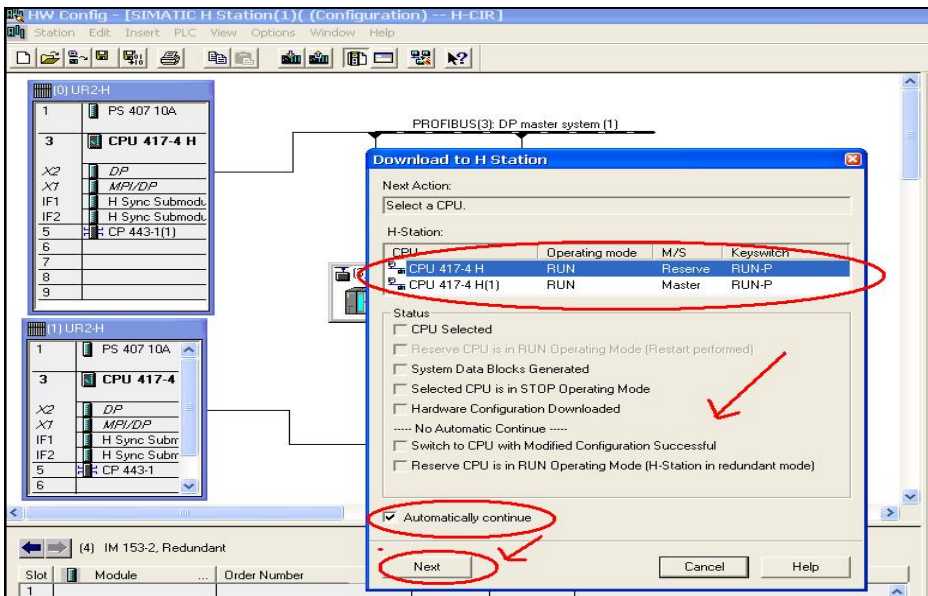

图 4-12 切换操作 (1)
(4) 选择处于“Reserve”模式的 S7-400H CPU,选择“Automatically continue”选项,点击“Next”键如图 4-12 所示: